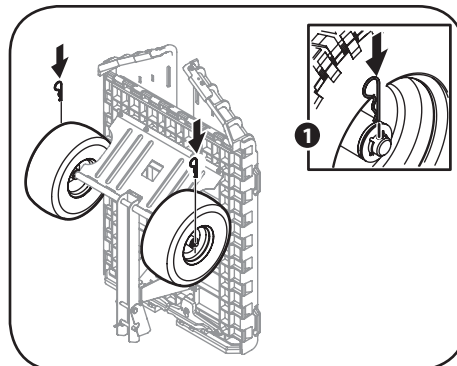

Figura 3-4
5. Instale las chavetas del paquete de hardware a través de los agujeros en los ejes para asegurar los neumáticos en su lugar. Consulte la Figura 3-4.